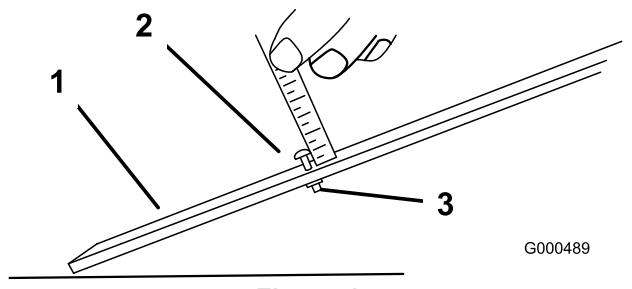

Figura 15
2. Desaperte a porca da barra indicadora e regule o parafuso de ajuste de altura para a altura de corte desejada. Figura 15 A distância entre a parte inferior da cabeça do parafuso e a face da barra é a altura de corte.